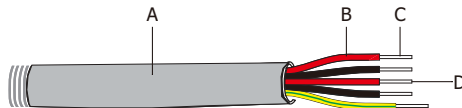

Abbildung 4.3-3 Netzanschlussleitung
Schritt 1. Bereiten Sie die Klemmen und AC-Kabel wie unten beschrieben vor, siehe Abbildung 4.3-3.